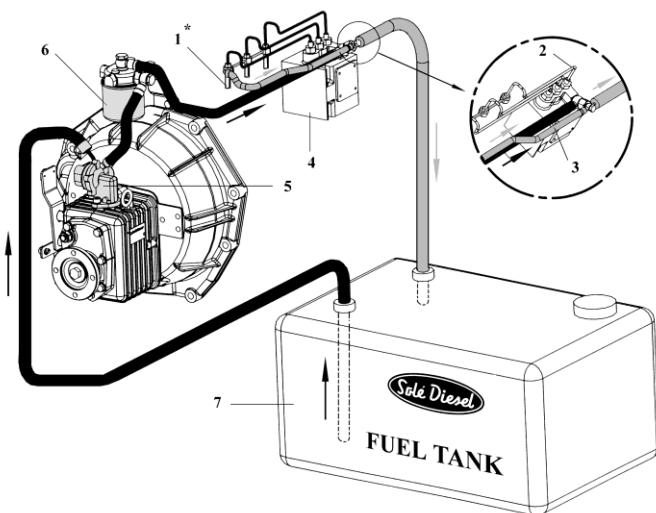
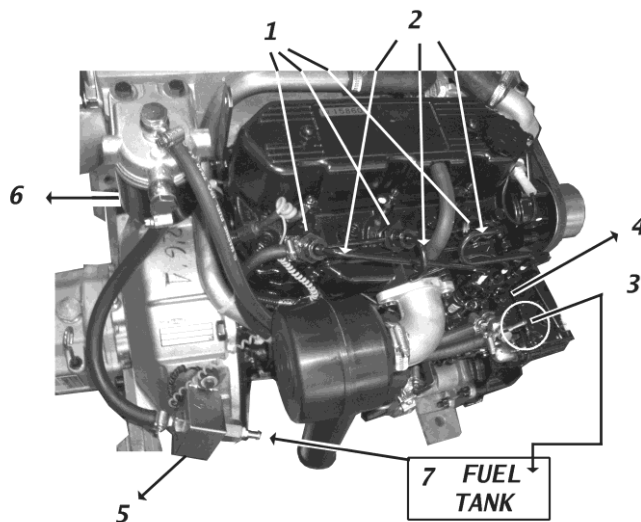

Fig. 2.4
Fig. 2.4A
2.4 BRANDSTOFCIRCUIT (Fig. 2.4)
- (2) Brandstofinjectieleiding
- (3) Brandstofretourleiding
- (4) Injectiepomp
- (5) Opvoerpomp. Zie fig. 2.4 voor een overzicht van motoren uitgerust met een mechanische pomp (Ronim-V en SMI-R2 en SMI-R3 keerkoppeling). Zie fig. 2.4A voor een overzicht van motoren uitgerust met een elektrische opvoerpomp.
- (6) Brandstoffilter
- (7) Tank